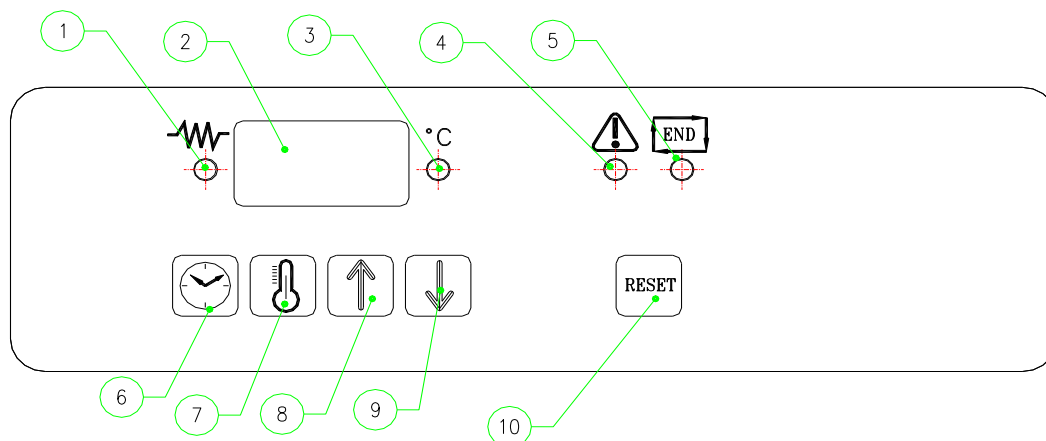

Fig. 8
Les thermoscelleuses *semi-automatiques* peuvent enregistrer jusqu'à neuf programmes de scellage différents. Pour sélectionner le programme de travail, appuyer sur le bouton RESET (pos.10 Fig. 8) et le programme actuellement utilisé s'affiche à l'écran. Pour changer de programme, appuyer simultanément sur le bouton RESET (pos.10 Fig. 8) et sur les boutons 8 ou 9. Lors du changement d'un programme de scellage à un autre, les valeurs du temps et de la température sont enregistrées automatiquement.
- Le thermoscellage ne peut pas se produire avant que la plaque de scellage ait atteint la température réglée (DEL pos.3 allumée Fig.8). La machine n'effectue pas le cycle.
- Si le cycle est interrompu par une condition d'anomalie détectée, la DEL « alarme » s'active (DEL pos.4 Fig.8), appuyer sur le bouton « RESET » (pos.10 Fig. 8) pour ramener la machine aux conditions d'usinage normales.